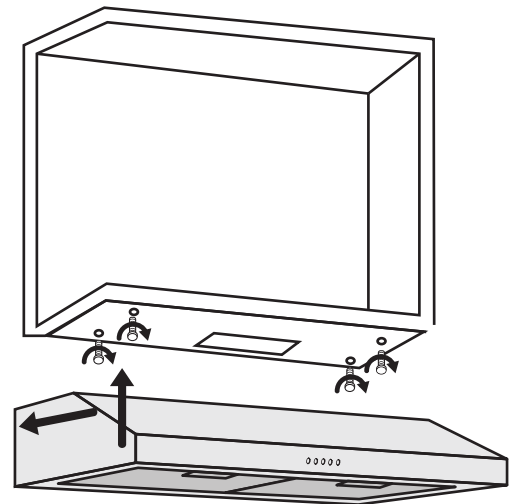

Figure 7
- En utilisant les mesures fournies à la page 7, mesurez et percez 4 trous dans le fond de l'armoire. (Voir figure 7)
- Alignez la hotte aux trous dans le bas de l'armoire et vissez. (Voir figure 7)